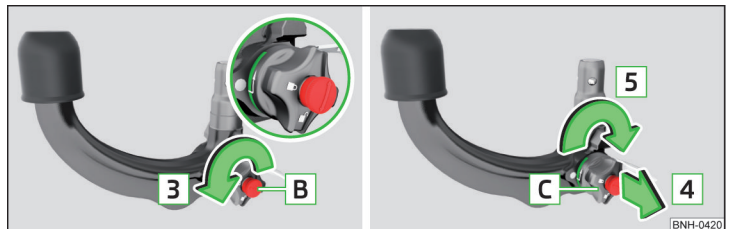

Abb. 113 Bereitschaftsstellung einstellen
- Den Schlüssel [B] bis zum Anschlag in Pfeilrichtung [3] drehen, sodass der Pfeil am Schlüssel zum Symbol ⚠ » Abb. 113 zeigt.